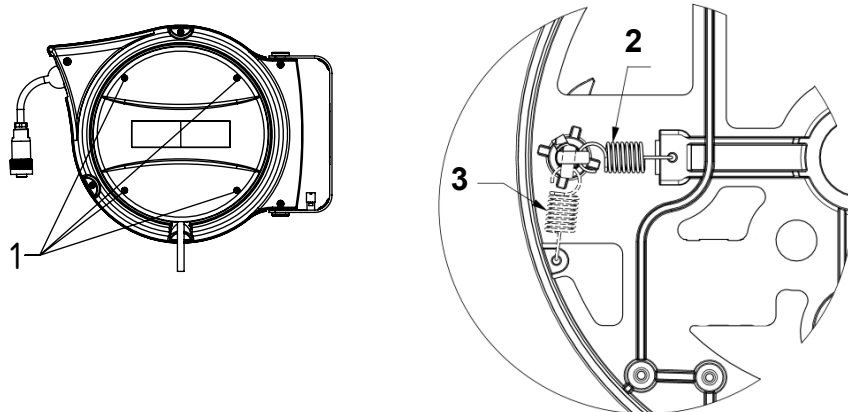

Abb. 16:
- Durch Lösen der vier Schrauben (1) wird der Seitendeckel entfernt (siehe Abb. 16).